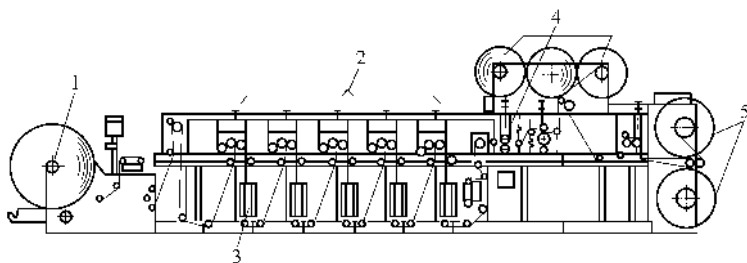

图 1-1 卷筒纸胶印机示意图
(1) 卷筒纸胶印机 卷筒纸胶印机是以卷筒状的连续纸带作为承印材料进行印刷及折页等工艺制作过程的印刷机。图 1-1 所示为卷筒纸胶印机的示意图。工作时，由纸卷 1 输送出的纸带源源不断输送至印刷机组 2 完成多色印刷；由于卷筒纸印刷机的速度较高，完成一色印刷后，需经干燥装置 3 干燥后方能进入下一色印刷；多色印刷完成后，进入印后加工装置 4 完成印刷品的后续加工；最后，印刷后的纸带进入复卷装置 5 进行复卷，完成整个印刷流程。由于采用卷筒材料连续不断地供纸，纸张的输送、定位较单张纸胶印机要简单，可较容易地实现双面、多色以及多纸卷多纸路印刷。此外，由于纸带连续匀速地走纸，消除了输纸机构的往复运动，使卷筒纸胶印机的工作速度得以提高。目前，其印刷滚筒的转速已突破 50000r/h，远远高于单张纸胶印机的印刷速度。卷筒纸承印材料的品质对印刷套印精度影响较大，通常卷筒纸胶印机多用于书刊、报纸及宣传品等对套印要求不高的印品。